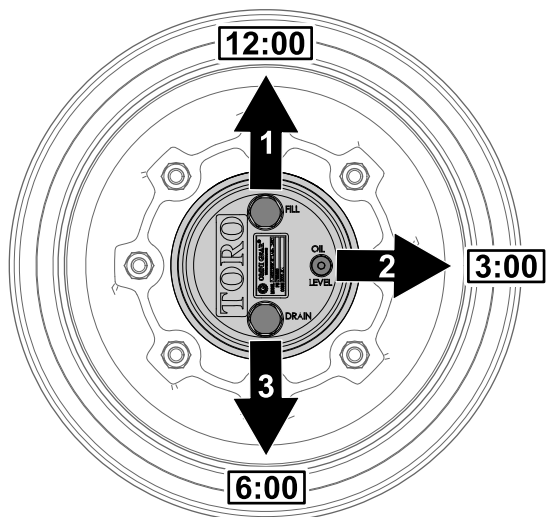

Рисунок 59
положении «12 часов», пробка контрольного отверстия – в положении «3 часа», а пробка сливного отверстия – в положении «6 часов» (Рисунок 59).
2. Снимите пробку контрольного отверстия, расположенную в положении «3 часа» (Рисунок 59).
1. Припаркуйте машину на ровной поверхности, расположите колесо так, чтобы пробка заливного отверстия находилась в положении «12 часов», пробка контрольного отверстия – в положении «3 часа», а пробка сливного отверстия – в положении «6 часов»; см. Рисунок 59 в разделе Проверка масла в планетарном редукторе (страница 61).